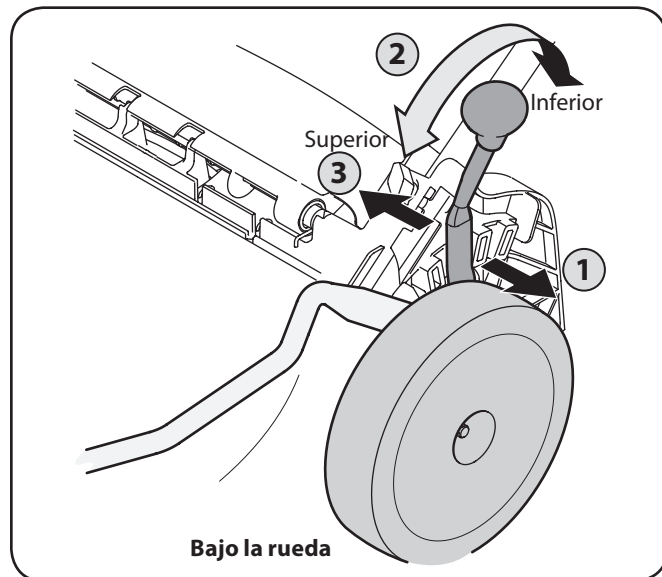
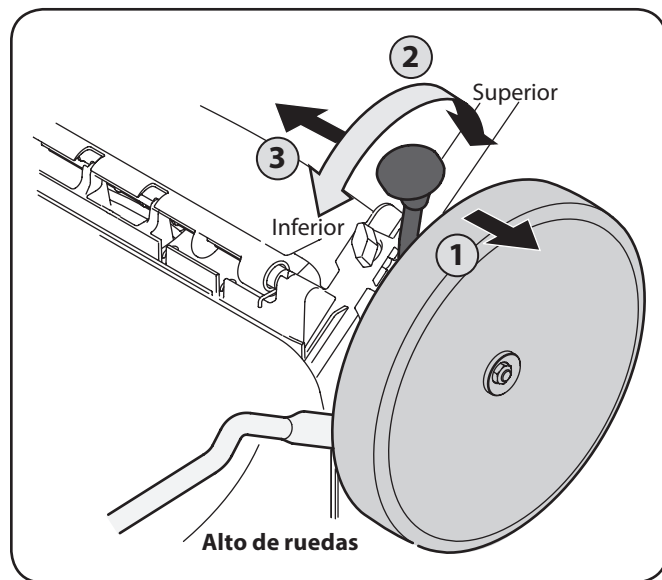

Figura 3-10
Figura 3-11
2. Muévela a cualquier de las posiciones para la altura de corte deseado. Consulte la Figura 3-10 para el ajuste de la rueda baja y la Figura 3-11 para alta rueda.